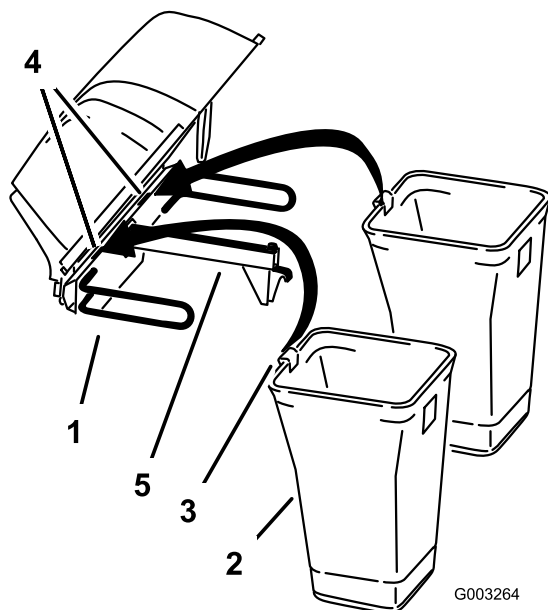
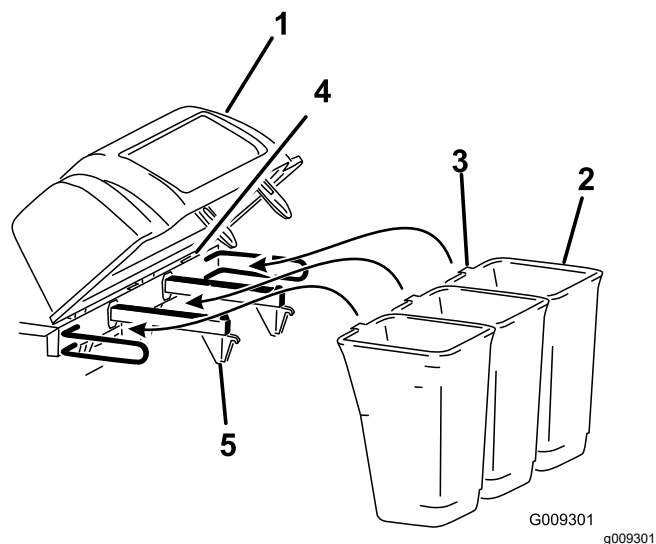

Figura 8
Figura 9
6. Inserite la linguetta del cesto nell'apposita fessura sul gruppo cofano (**Figura 8** o **Figura 9**).